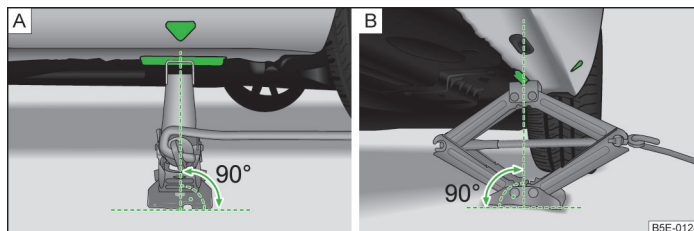

Fig. 192 Application du cric
- Appliquez le cric de façon à ce que la griffe entoure la nervure » fig. 192 - **B**.
- Posez l'embase du cric sur toute sa surface sur un sol plan et assurez que le cric s'applique perpendiculairement à l'emplacement où la griffe entoure la nervure » fig. 192 - [A].